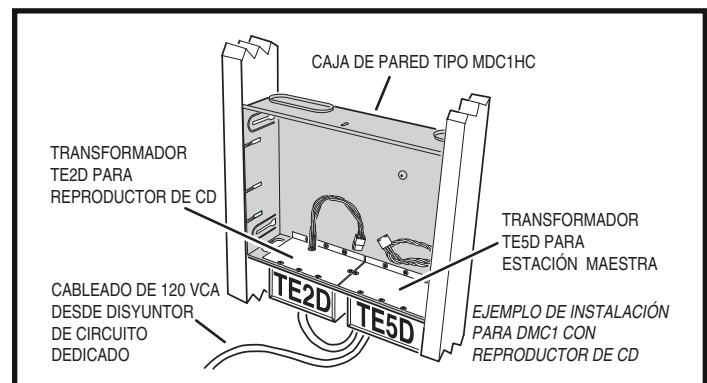

Figura 4. Instalación terminada de transformador(es)
6. Meta los cables dentro del (los) recinto(s) del (los) transformador(es) seguidos por el transformador en su placa de montaje. Sujete el/los transformador(es) y recinto(s) a la caja de pared con los tornillos provistos (ver la Figura 4).